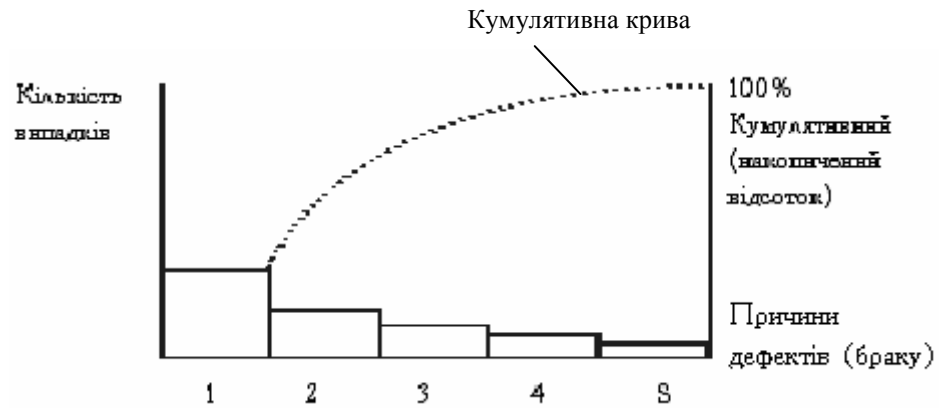

Рис.7. Діаграма Парето
*Діаграма Парето (Pareto diagram)* – це інструмент, який дає можливість визначити головні причини виникнення дефектів і зосередити на них увагу. Діаграма отримала назву від імені італійського економіста Вільфредо Парето. Принцип побудови діаграми Парето ґрунтується на так званому „правилі Парето” (20/80), яке стосовно якості продукції можна трактувати таким чином: більшість усіх дефектів викликається декількома причинами (рис. 7).